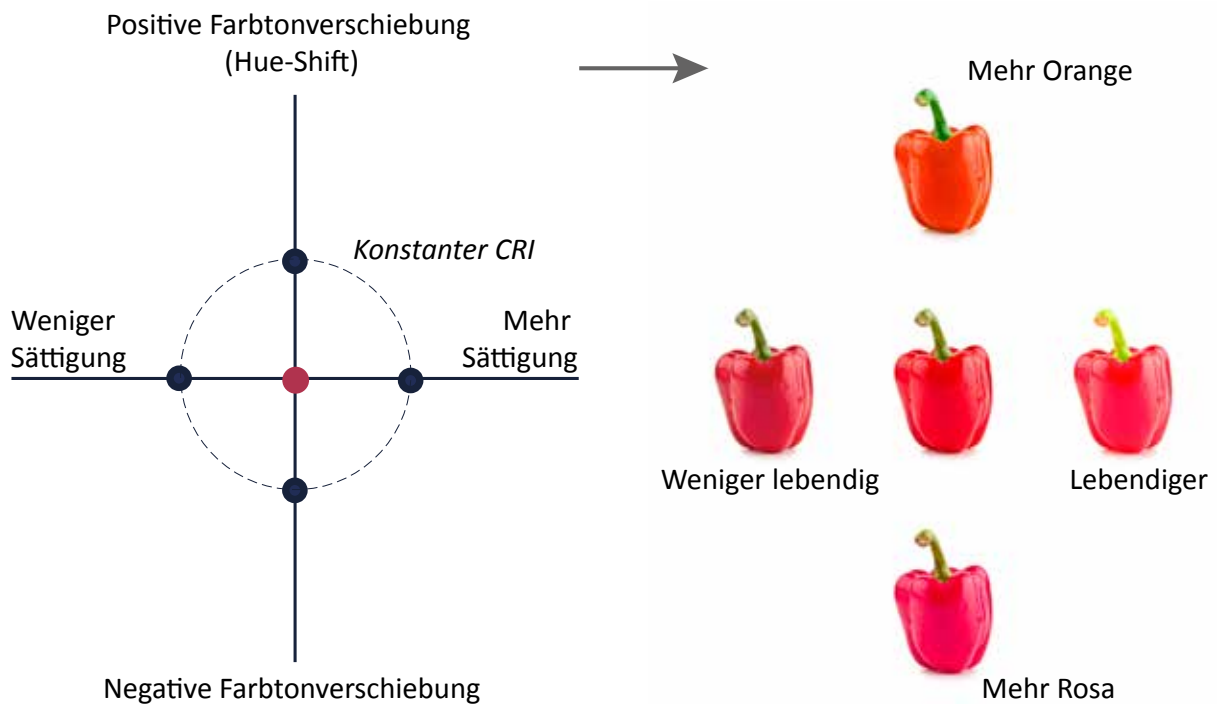

Abb. 24: Der alte CRI gibt nur Informationen über die Größe der Abweichung, nicht über die Verschiebung in Bezug auf Intensität (Saturation) und Farbton (Hue).
- Der CRI gibt zu wenig Informationen wieder: Ein hoher CRI gibt an, dass die Farbtreue gut ist, in Bezug auf die Referenz. Bei einem niedrigeren Wert weiß man jedoch nicht, in welche Richtung die Testlichtquelle gegenüber der Referenz (siehe Abb. 24) abweicht und ob das notwendigerweise schlecht ist. Mit anderen Worten: CRI ist kein Maß für subjektive Vorliebe/Akzeptanz.